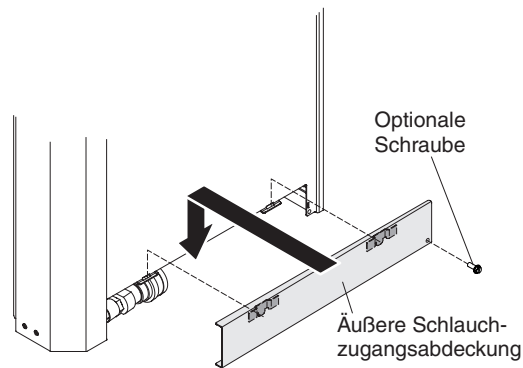

Abbildung 43. Äußere Schlauchzugangsabdeckung installieren
13. (Optional) Befestigen Sie die äußere Schlauchzugangsabdeckung mit einer M4-Schraube am Wärmetauscher (siehe Abb. 43).